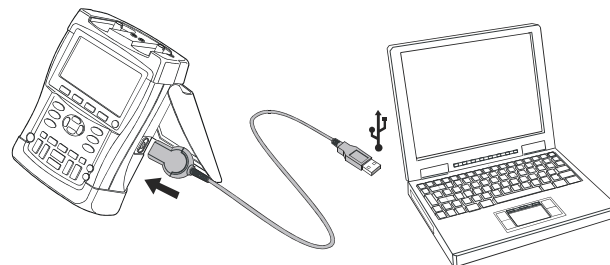

图 35. 连接计算机
- 使用光电隔离的适配器 / 电缆 (PM9080, OC4USB)，可将计算机连接到测试仪的 **OPTICAL PORT** 处。（参见图 35）。